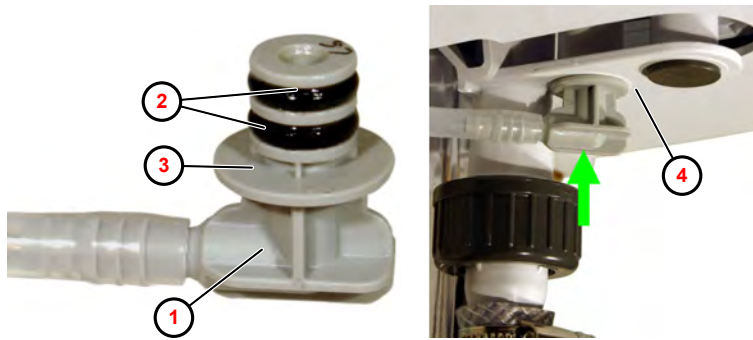

Abb. 14: Anschlussadapter demontieren
1. ➤ O-Ringe (Abb. 14 , ②) vom Anschlussadapter ① abnehmen.
2. ➤ O-Ring-Sitz ③ von Hand reinigen.
5. ➤ Anschlussadapter bis zum Anschlag einführen, bis er mit dem Trichtergehäuse ④ bündig ist.